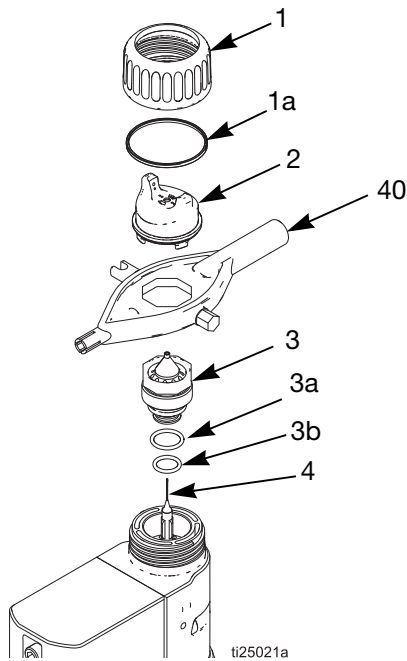

FIG. 30. Remplacement du chapeau d'air/buse
2. Retirer la bague de fixation (1) et le chapeau d'air (2). Voir FIG. 30.